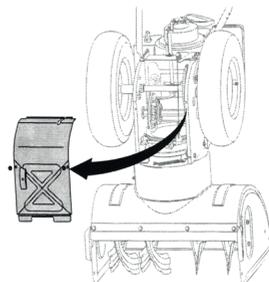

Рисунок 33
2. Осторожно передвиньте снегоуборочную машину вверх и вперёд так, чтобы она встала на корпус шнека. Снимите крышку рамы из-под снегоуборочной машины, открутив четыре самореза, фиксирующие её. См. рисунок 33.